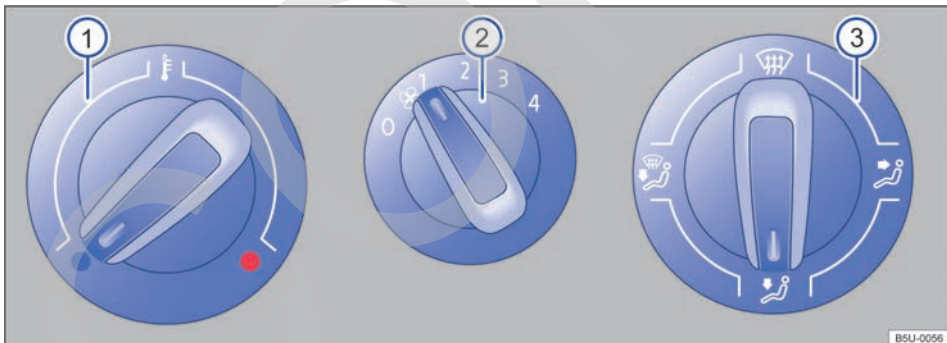
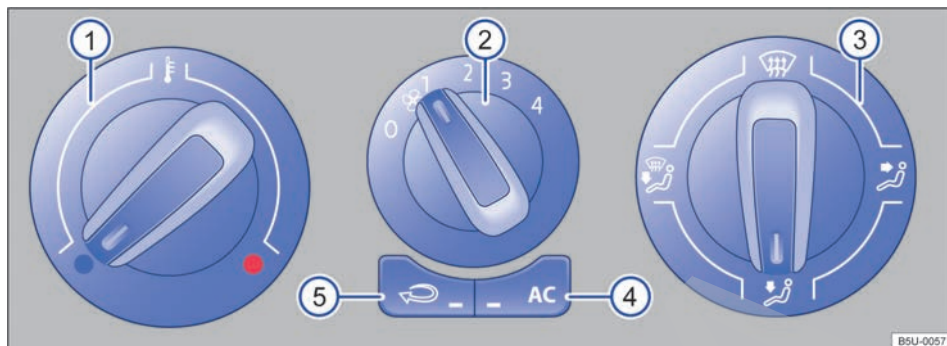

Fig. 88 En la consola central: comandos del sistema de ventilación y calefacción.
Fig. 89 En la consola central: mandos del aire acondicionado.
| Tecla, regulador | Información complementaria del sistema de calefacción y ventilación → fig. 88 y aire acondicionado → fig. 89. |
- En vehículos con sistema de calefacción, coloque el regulador de la temperatura → fig. 88 ❶ completamente hacia la derecha, a la posición máxima de calefacción.
- Coloque el regulador de la distribución del aire ❸ en la posición 🌀.
- Coloque la turbina ❷ en el nivel 3 o 4.
- Colocar el regulador de distribución de aire → fig. 89 ❸ en la posición 🌀, en esta posición no se puede accionar el modo de recirculación de aire.
- Coloque el regulador de la temperatura ❶ en la posición deseada.